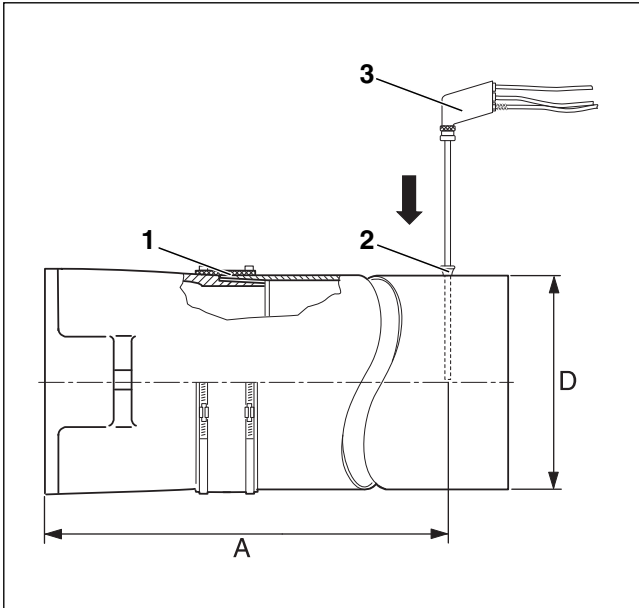

Bild 31 Messwerte aufnehmen
Die Messungen erfolgen grundsätzlich im Abgasrohr. Die Messöffnung (Muffe; → Bild 31, [2]) sollte im Abstand „A“ (ca. 2 × Durchmesser Abgasrohr „D“) vom Abgasstutzen angebracht werden (→ Bild 31). Wenn die Abgasanlage unmittelbar nach dem Heizkessel mit einem Bogen angeschlossen ist, muss vor dem Bogen gemessen werden.
Wir empfehlen Ihnen eine Abgasrohr-Abdichtmanschette (→ Bild 31, [1]) zu verwenden.
- ▶ Messsonde (→ Bild 31, [3]) bis in den Kernstrom (Mitte Abgasrohr) des Abgases eintauchen (höchste Abgastemperatur).